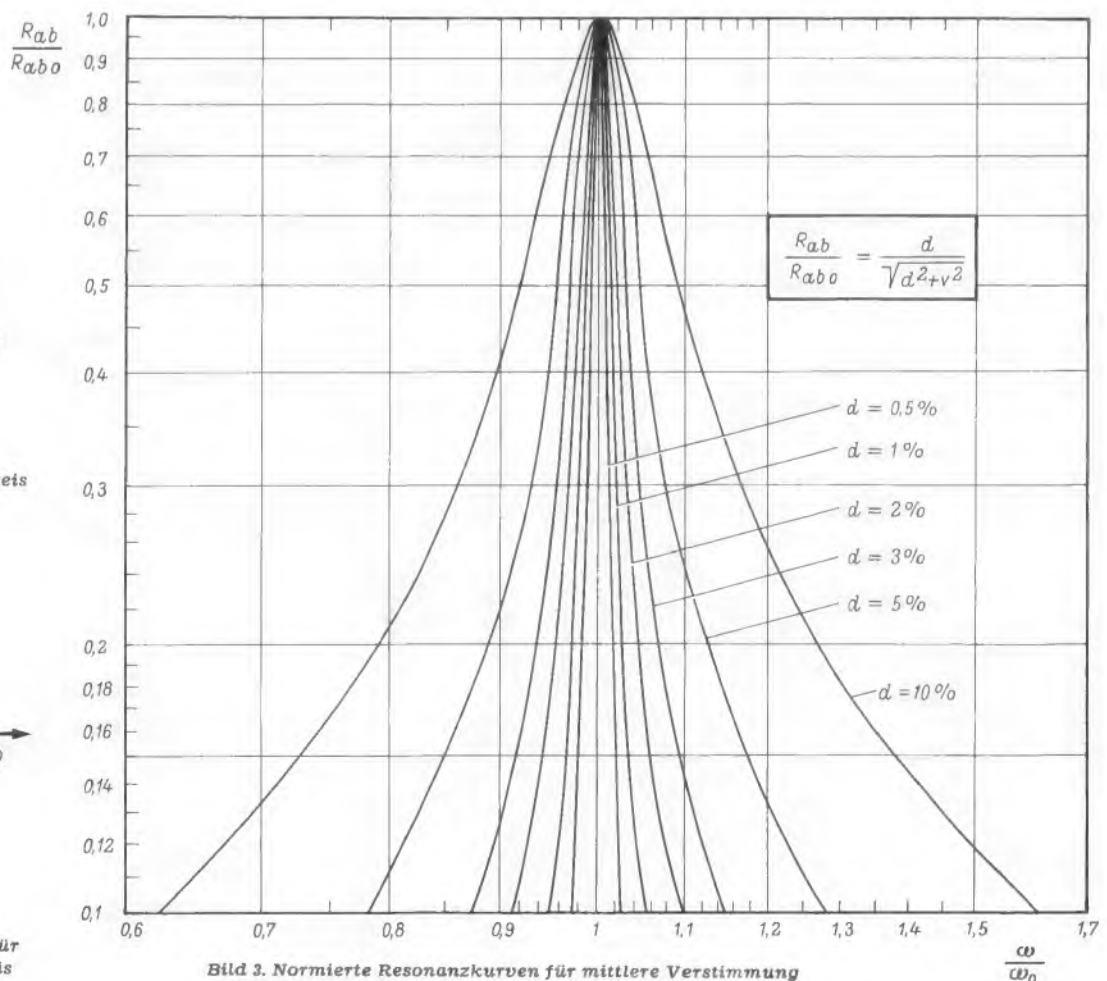

Bild 3. Normierte Resonanzkurven für mittlere Verstimung
Jede dieser durch Gleichung (13) gegebenen Kurven ($d =$ Parameter) geht für $\omega = \omega_0$ durch $R_{ab}/R_{ab0} = 1$. Für $v = d$ geht R_{ab}/R_{ab0} durch $1/\sqrt{2}$. Diese Verstimmung heißt die Bandbreite, siehe Bild 3 und Tabelle 1 auf Blatt 2a.